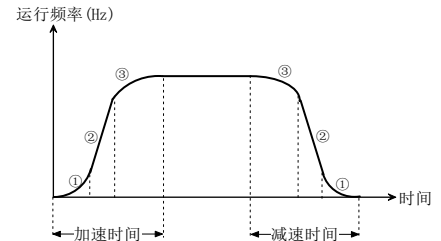

图 5-1-6 S 曲线加减速
S 曲线起始段时间如图 5-1-6 中①所示，这里输出频率变化的斜率从 0 逐渐递增。
S 曲线上扬段时间如图 5-1-6 中②所示，这里输出频率变化的斜率恒定。
S 曲线结束段时间如图 5-1-6 中③所示，这里输出频率变化的斜率逐渐递减到 0。